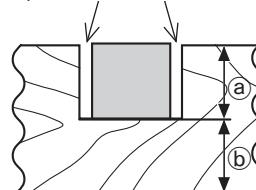

Fig. 52
Les encoches dans les pièces se découpent comme indiqué à la Fig. 52 en réglant le boulon de réglage de la profondeur de 6 mm.
- (2) Régler la profondeur de coupe voulue en réglant la distance entre la lame et la surface du plaque tournante (voir (b) à la Fig. 52).